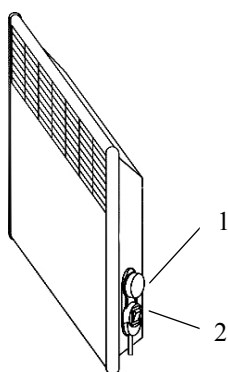
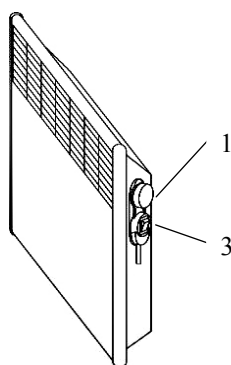

Рис. 5 Розміщення органів керування конвекторів IP20
Рис. 6 Розміщення органів керування конвекторів IP24
4.8 Переведіть клавiшу вимикача (клавiші ступiнчастого регулятора потужностi) у відключене положення «0», ручку термостата встановіть в положення «*» (сполучіть знак «*» на ручці з міткою на корпусі конвектора або блоку керування). Конвектор готовий до роботи (розташування органів керування конвектором наведено на рис. 5, 6).
Включати й експлуатувати конвектор дозволяється тільки в положенні, вказаному на рис.5, рис.6 (повітрязабірною решіткою вниз). При першому включенні конвектора можливий запах від випаровування консерваційних матеріалів. Рекомендується провітрити приміщення.